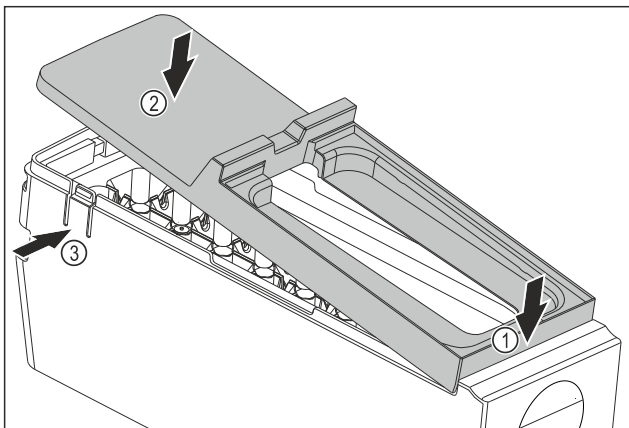

Fig. 79
- ▶ Смонтируйте крышку корпуса EasyTwist-Ice: Установите крышку спереди. Fig. 79 (1)
- ▶ Опустите крышку сзади. Fig. 79 (2)
- ▷ Крышка со щелчком фиксируется в накладках Fig. 79 (3).